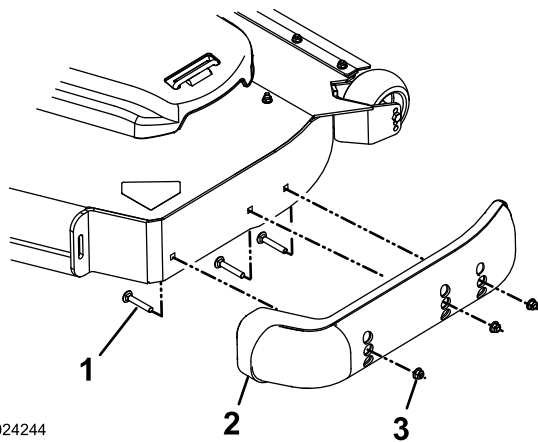

Bild 36
3. Nehmen Sie die Schlossschrauben und Muttern von jeder Kufe ab (Bild 36).